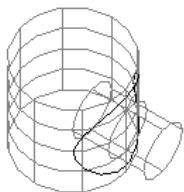

图 6.9.3 第一曲面偏移
-  文本框：用于设置第一曲面的偏移距离值。在此文本框中定义偏移距离，第一曲面的位置是不会改变的，而创建的交线会根据定义的值进行偏移，如图 6.9.3 所示。